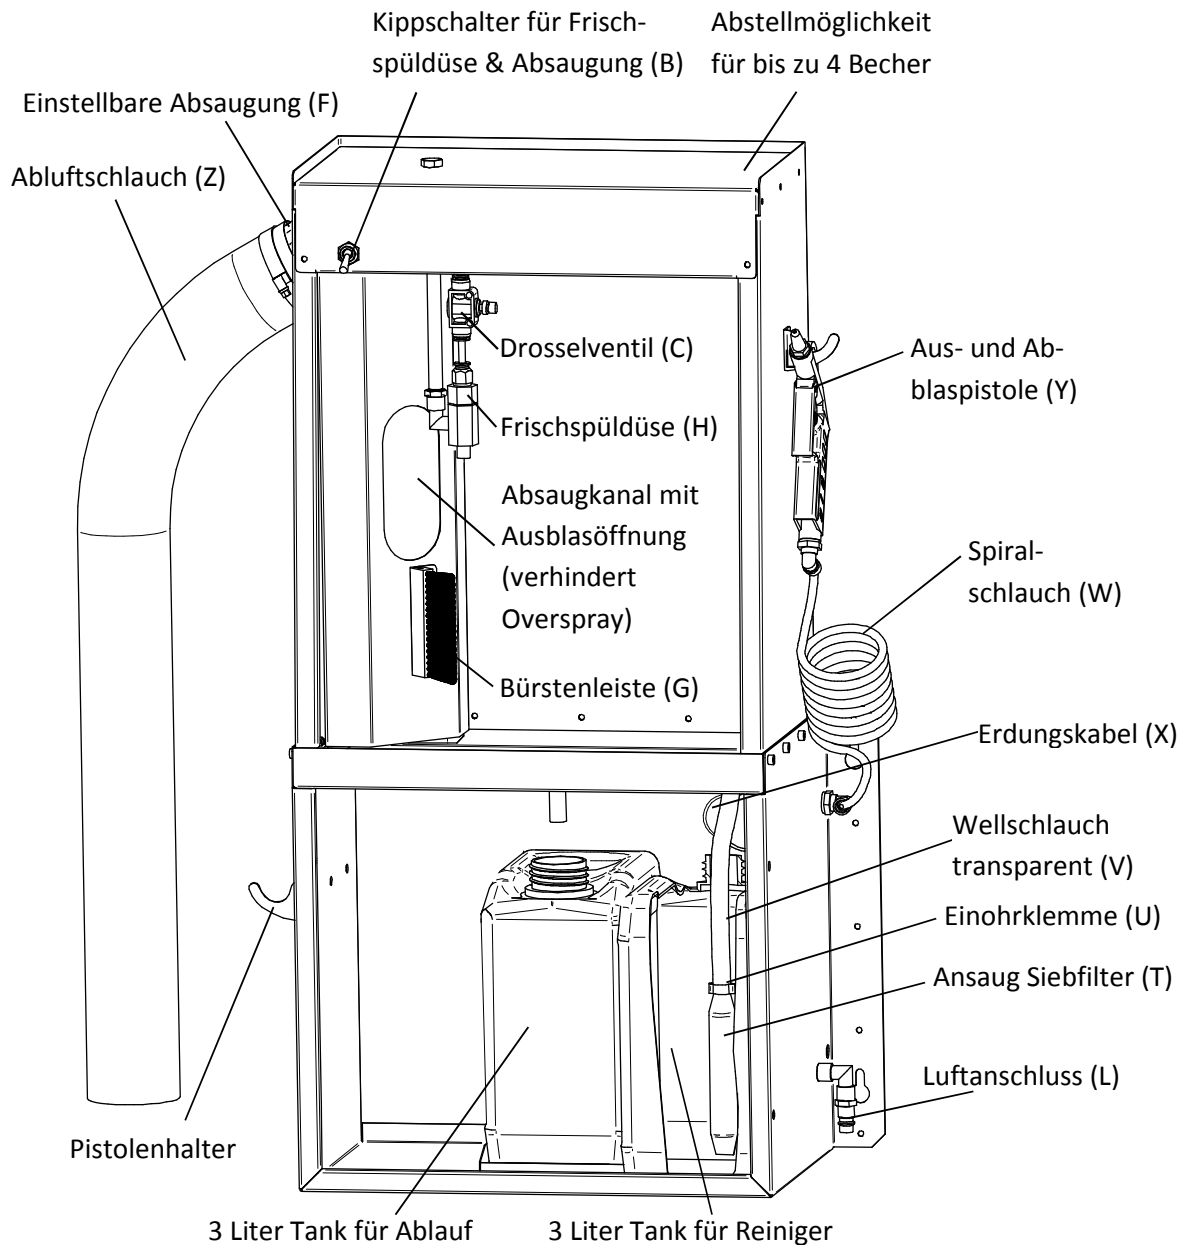

Abbildung 4-1
1. Einen der beiden mitgelieferten 3 Liter Kanister mittig unter dem Ablaufstutzen positionieren. Dabei darauf achten, dass die Öffnung des Kanisters unter dem Ablauf steht. Siehe Abbildung 4-1.